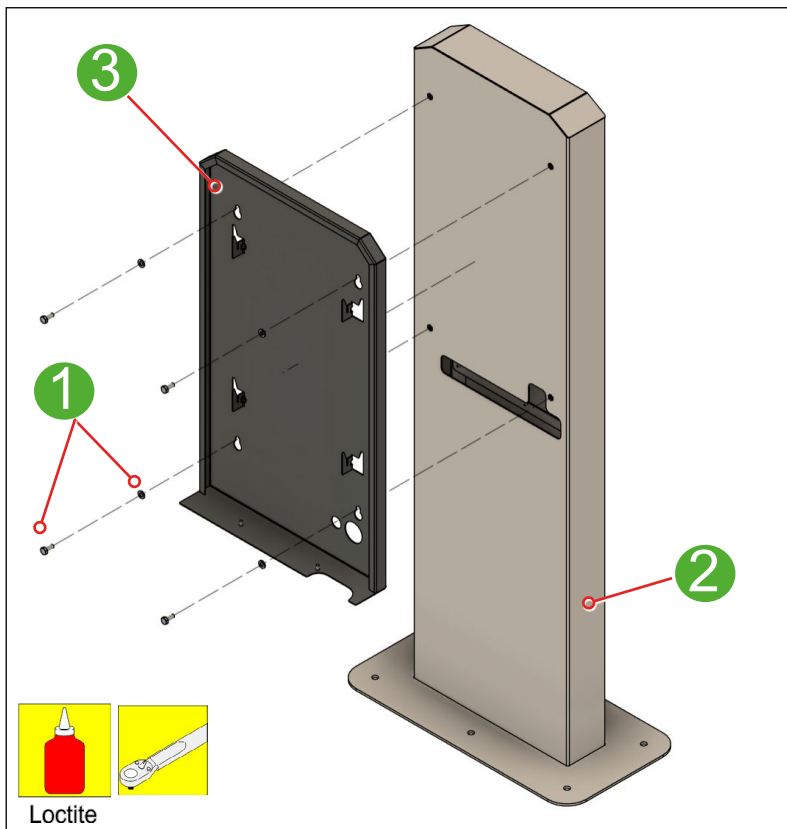

Abb. 20: Standfuß Montage Detail 1
2. Die Gehäuse Wandhalterung der DCW15 (siehe Abb. 20 auf Seite 22) mit dem mitgelieferten Montagmaterial (4x M8x20 mit Beilagscheiben) montieren.